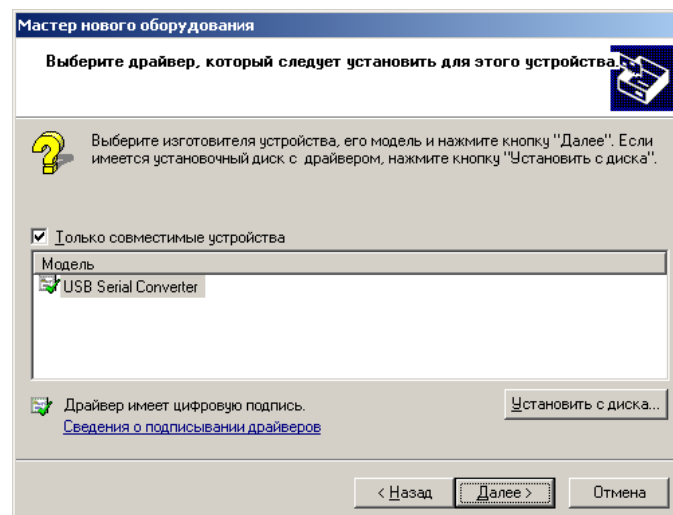

Рис.16. Выбор драйвера устройства.
9) Откроется окно выбора драйвера устройства (рис.16). Убедиться, что в нем отмечен флажок **"Только совместимые устройства"**, а в списке моделей присутствует строка **"USB Serial Converter"**, затем нажать кнопку **"Далее"**.